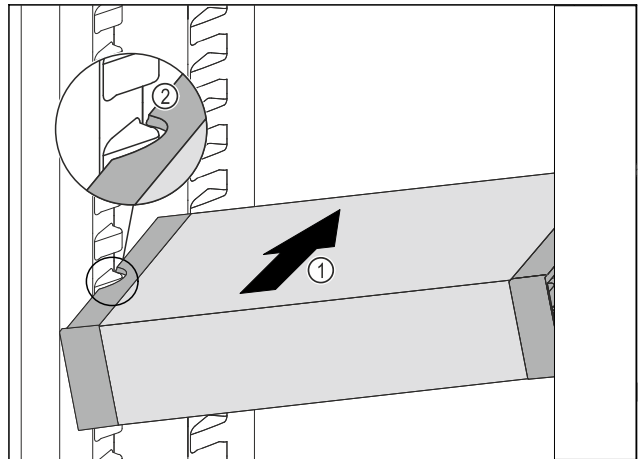

Fig. 71
- ▶ Predal VarioSafe potiskajte poševno v hladilnik Fig. 71 (1), dokler stranska izreza Fig. 71 (2) predala VarioSafe nista na višini nastavka za posodo v hladilniku.